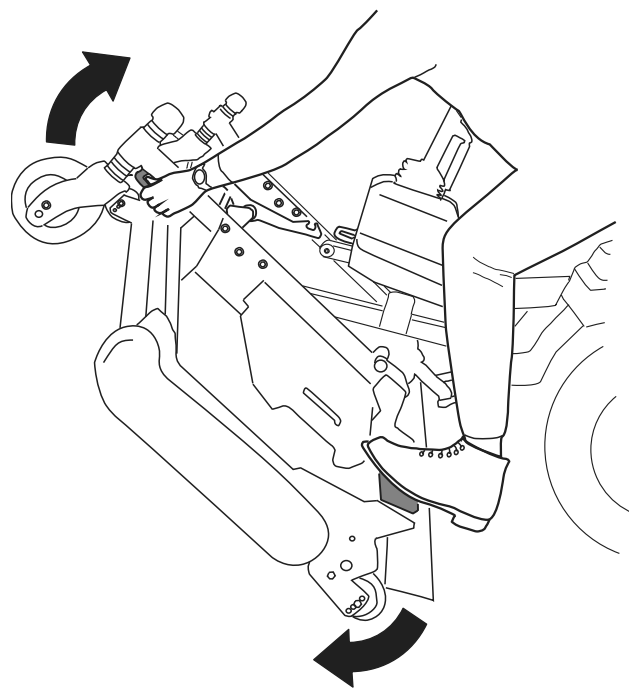
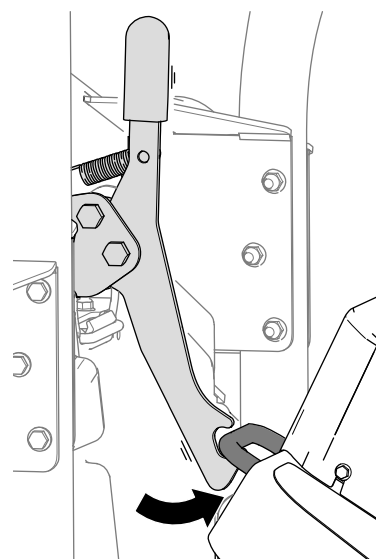
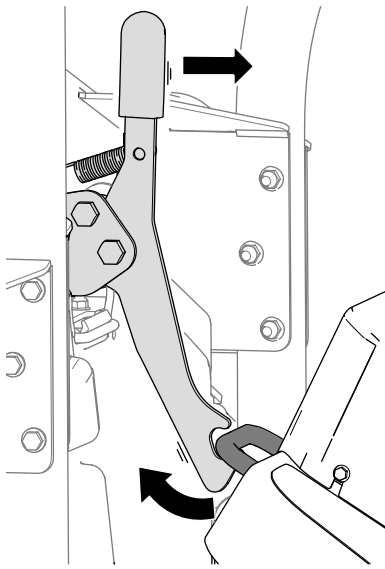

Bild 40
Bild 41
Bild 42
5. Drehen Sie das Mähwerk (Bild 40) so, dass die Verriegelung in die Befestigungshalterung (Bild 41) einrastet.
1. Lösen Sie die Verriegelung des Mähwerks von der Befestigungshalterung (Bild 42), indem Sie das Mähwerk leicht nach vorne drehen (siehe Bild 40) und den Verriegelungsgriff nach vorne ziehen.